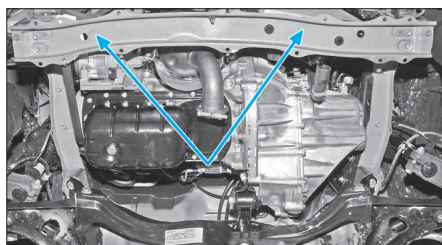

FIG. 51
- Déposer la traverse AV (Fig.51).